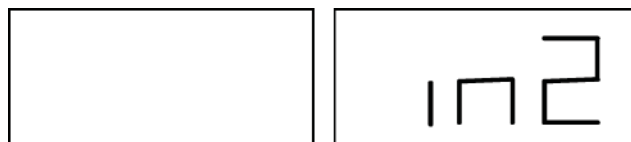

Рис. 6.4 - Ввод позиции веса $W2$
6. Если угол больше 120° , станок будет отображать сообщение, показанное на рисунке 6.2, в течение одной секунды и будет издавать трехкратный звуковой сигнал, указывающий, что должна быть выбрана другая точка. Если угол меньше 120° , станок будет отображать сообщение, показанное на рис. 6.4, что позволяет перейти к следующему шагу;